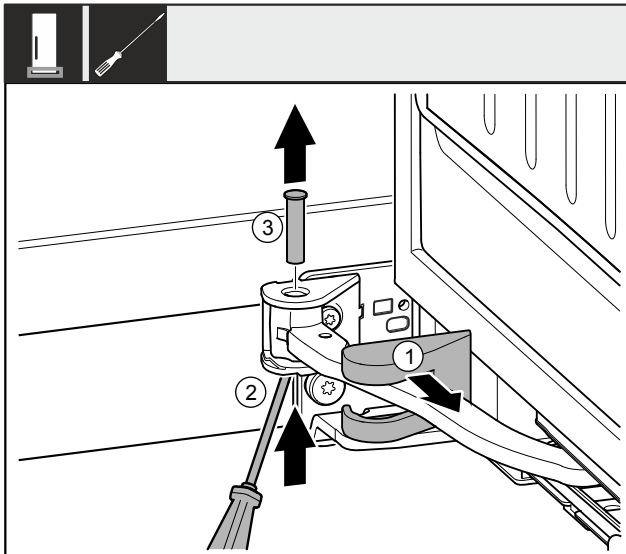

Fig. 8
- Lagerbockabdeckung Fig. 8 (1) abziehen und entlang des Gelenks verschieben.
- Bolzen Fig. 8 (2) mit Schraubendreher von unten anheben.
- Bolzen Fig. 8 (3) von oben herausziehen.